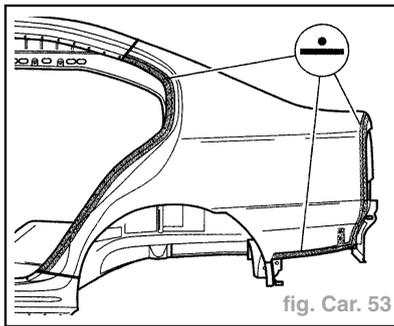

fig. Car. 53
- Souder la pièce latérale par point RP (fig. Car. 53).